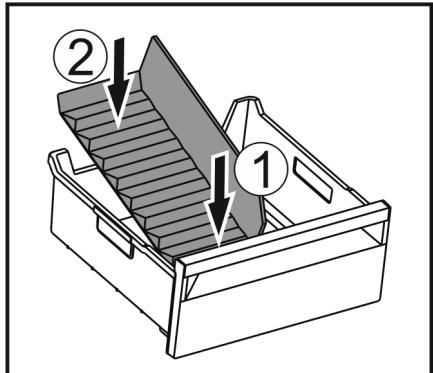

Fig. 158
- ▶ Поставете предната част на разделителя на отделението за лед. Fig. 158 (1)
- ▶ Спуснете задната част на разделителя на отделението за лед до дъното на чекмеджето. Fig. 158 (2)